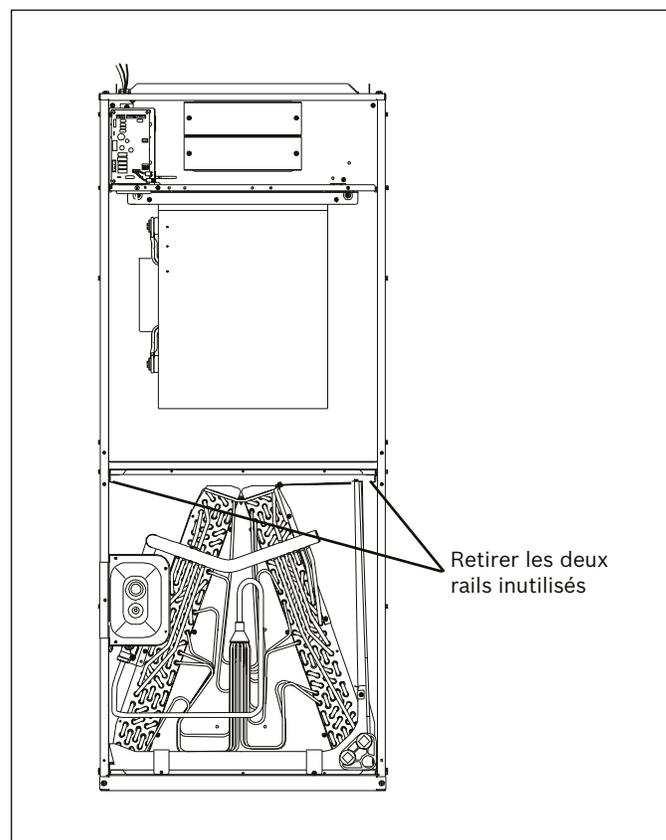

Figure 13
- ▶ Il y a deux paires de rails de serpentin dans le module de traitement de l'air pour les utilisations ascendant et descendant. Si le module de traitement de l'air est installé dans un espace non conditionné, les deux rails de serpentin non utilisés (figure 13) doivent être retirés pour minimiser la condensation sur la surface du module de traitement de l'air. Les rails du serpentin peuvent être facilement retirés en dévissant les 6 vis de montage des deux côtés de l'enceinte.